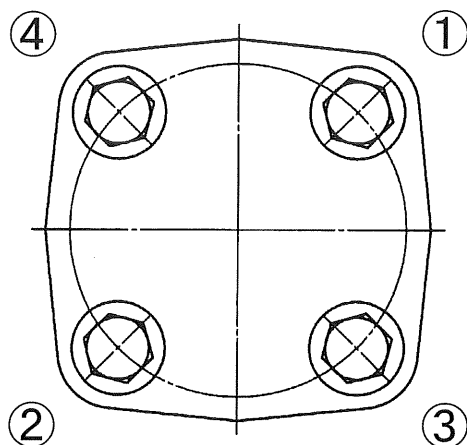
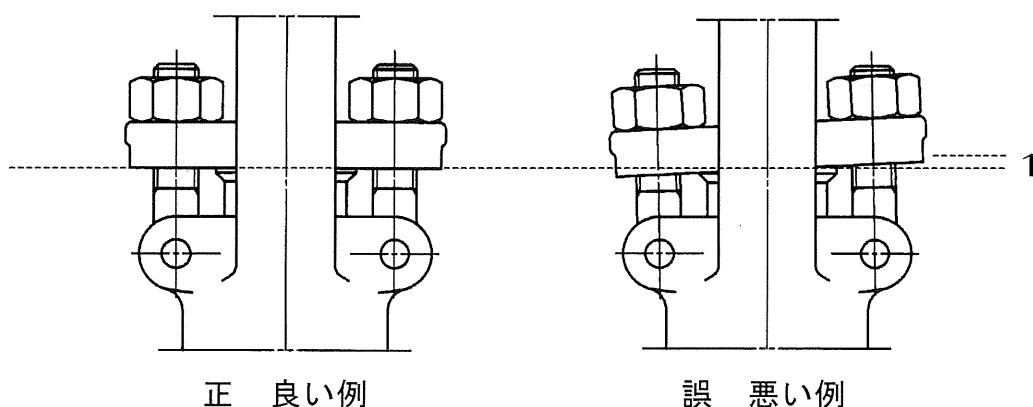

図 6.2 ふたボルトの締め付け順序例
図 6.3 グラントボルトナットの締め付け調整例
- ② この場合、ふたボルト、弁棒ねじ部にはグリースを塗ることによって焼き付きやかじりを防止することができます。
- ③ グランドパッキンを挿入する場合は、グランドパッキンの切り口が重ならないように、1リングずつ挿入し、且つ1リングずつ毎に適当な締付力を与えてください。
④ ふたボルトの締め付けにあたっては、図 6.2に示すとおり、相対するボルトナットを交互に均等な力で締めてください。弁箱フランジ面とふたフランジ面が密着するまで締めつけてください。
⑤ ふたボルトの締め付けトルクは、表 6.1に示すとおりです。
⑥ 図 6.3に示すとおり、グラントボルトナットを締めながらハンドル車の廻り具合をみてグラントを片締めしないように交互に平均した力で調整してください。
- ② この場合、ふたボルト、弁棒ねじ部にはグリースを塗ることで、操作性を維持することができます。
- ④ ふたボルトの締め付けにあたっては、図 6.2に示すとおり、相対するナットを交互に均等な力で締めてください。弁箱フランジ面とふたフランジ面が密着するまで締めつけてください。
- ⑤ ふたボルトの締め付けトルクは、表 6.1に示すとおりです。
- ⑥ 図 6.3に示すとおり、グラントボルトナットを締めながらハンドル車の廻り具合をみてグラントを片締めしないように交互に平均した力で調整してください。
- ⑦ グラントボルトナットの締め付けトルクは、表 6.2に示すとおりです。
- ① 組立ての手順は、分解の手順の逆を行ないます。
- ② ふたボルトの締め付けにあたっては、図 6.2に示すとおり、相対するナットを交互に均等な力で締めてください。弁箱フランジ面とふたフランジ面が密着するまで締めつけてください。
- ③ ふたボルトの締め付けトルクは、表 6.1に示すとおりです。